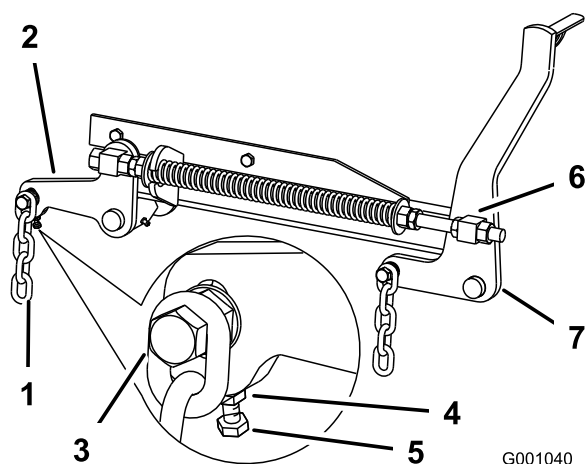

Figura 81
- Se as medições nas posições **B** ou **C** não estiverem corretas, desaperte o parafuso que fixa a correia traseira ao braço de suporte traseiro (Figura 81).
- Desaperte a porca de segurança debaixo do braço de suporte traseiro e ajuste o parafuso de ajuste para obter uma medição de 80 a 83 mm (Figura 81).
- Desaperte as porcas de segurança das articulações frontais, na dianteira das articulações direita e esquerda, aproximadamente 13 mm (Figura 81).
- Ajuste as porcas de elevação tanto no lado direito como esquerdo da máquina para obter 6 a 10 mm mais baixo na frente em **A** do que atrás em **B** (Figura 81).